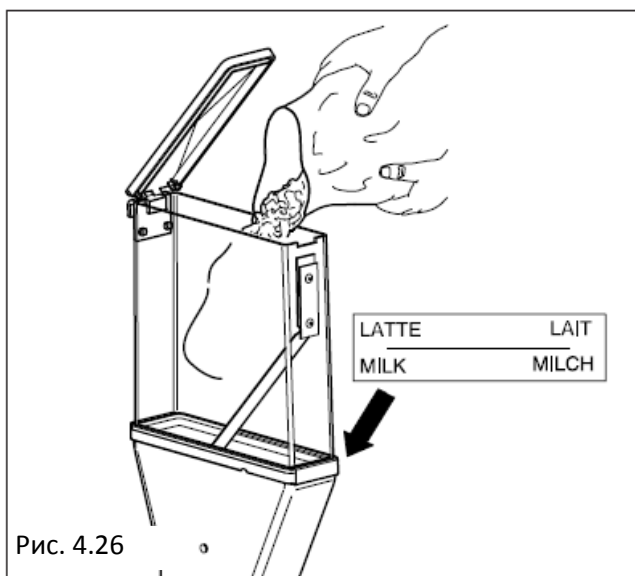

Рис. 4.26
- Снимите крышку каждого контейнера, и загружайте тот продукт, который указан на этикетке (Рис.4.26)